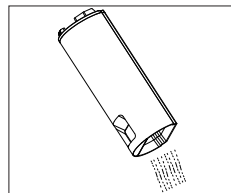

Fig. 12 – Svuotamento del serbatoio dell'acqua
- ▶ Svuotare il serbatoio dell'acqua sporca in un lavandino e lavarlo con acqua pulita (**vedere Fig. 12**).